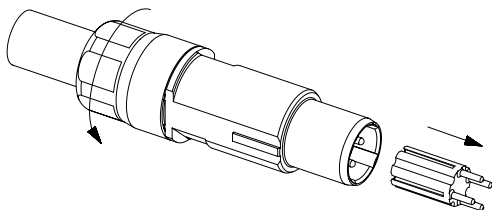

图 XI-19
11. 将接头螺母完全拧紧，直到其停止。然后取出组装辅助工具（图 XI-19）。